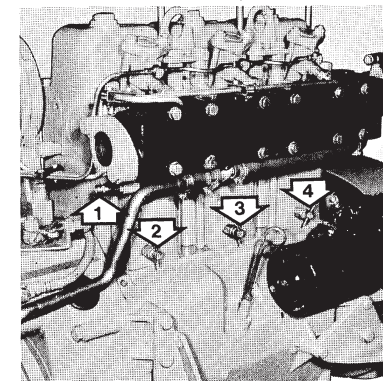

Fig. 27. Aftapkranen voor koelwater
- f) Tap alle koelwater nu weer af. Zie fig. 27.